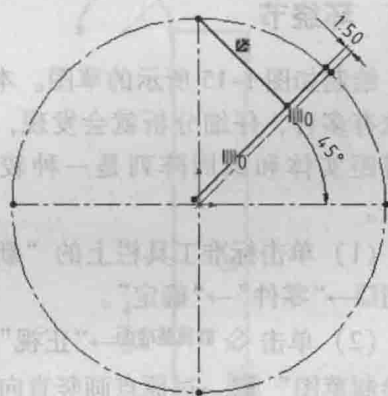

图 1-11 草图
4) 单击“直线”按钮 , 过圆心作与水平直径成 45° 角的直线, 如图 1-11 所示。